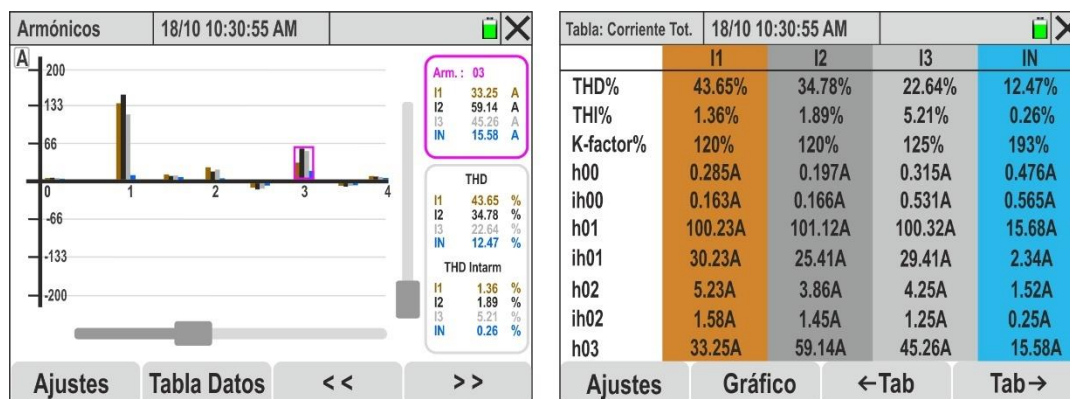

Fig. 56: Análisis armónico de las corrientes en formato numérico y gráfico
10. **Con la selección de las 4 corrientes** los gráficos de histograma de las corrientes individuales I1, I2, I3 y IN se muestran en la Fig. 56 - parte izquierda